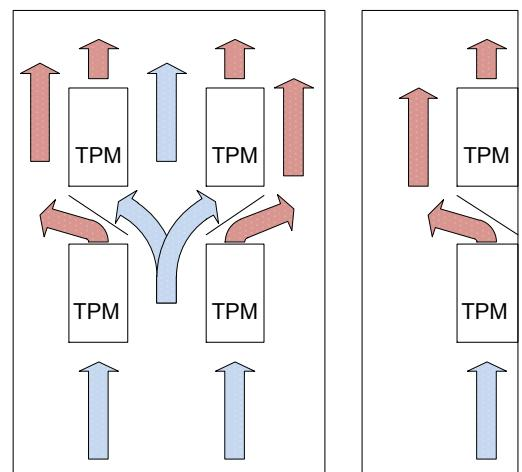

Рис. 5
- При установке регуляторов друг над другом между ними должно быть не менее 15 см свободного пространства и дополнительно установлен дефлектор для отвода горячего воздуха (см. рис. 5).